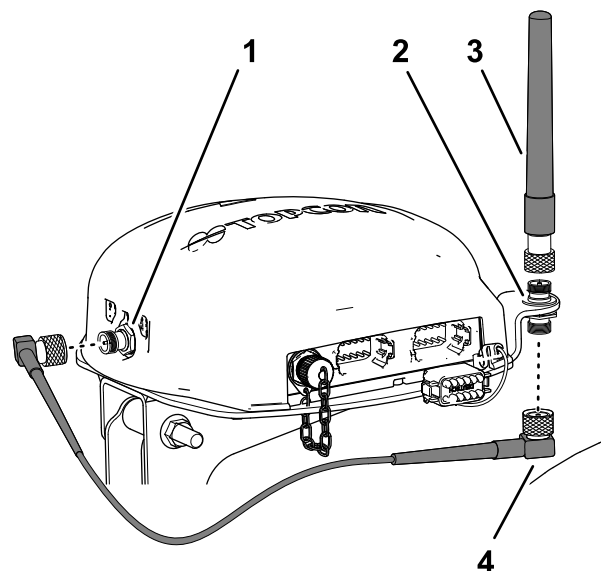

Рисунок 158
- Подсоедините антенну RTK к верхнему фитингу коаксиального разъема и затяните рифленую гайку на антенне от руки (Рисунок 158).
- Подсоедините, не затягивая, кабель антенны к нижнему фитингу коаксиального разъема (Рисунок 158).
разъему сотового модема CDMA или GSM (Рисунок 158).
6. Подсоедините кабель антенны к коаксиальному разъему сотового модема CDMA или GSM (Рисунок 158).